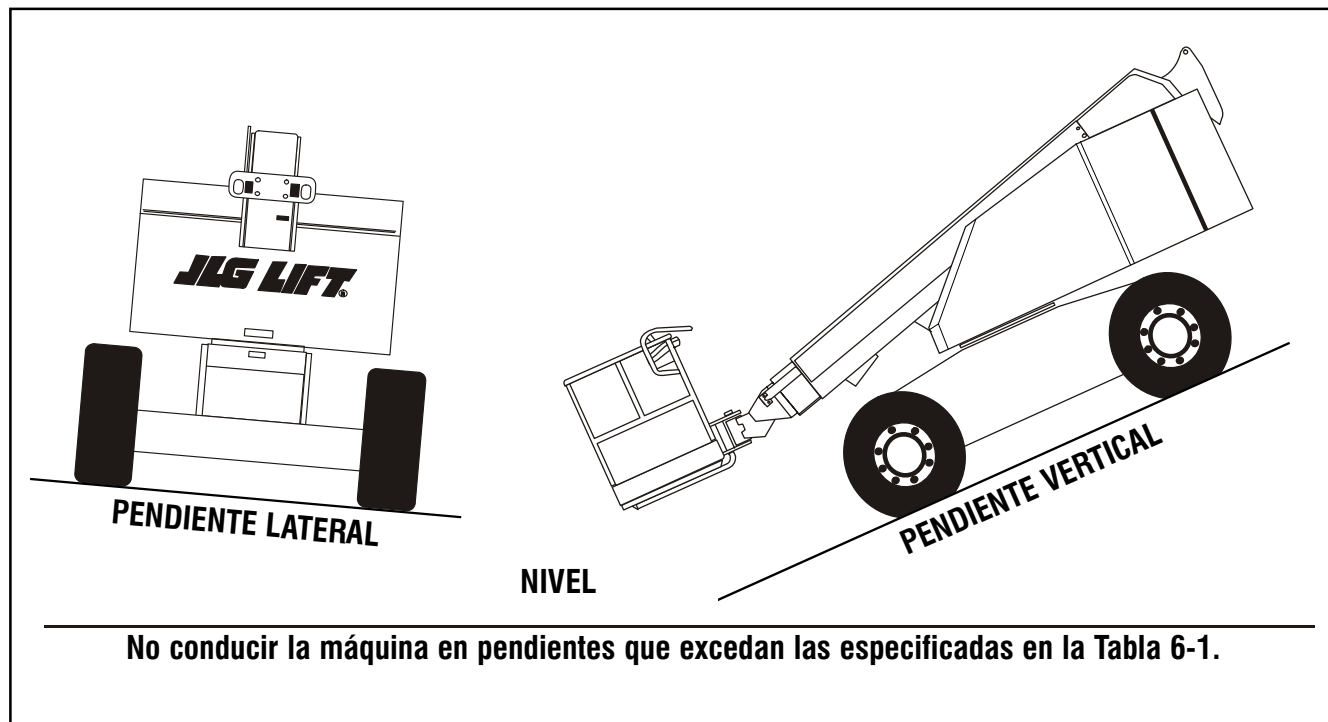

Figura 4-3. Pendiente vertical y pendiente lateral
2. Desengranar los cubos de las ruedas motrices invirtiendo sus tapas de desconexión. (Ver la Figura 4-3.)